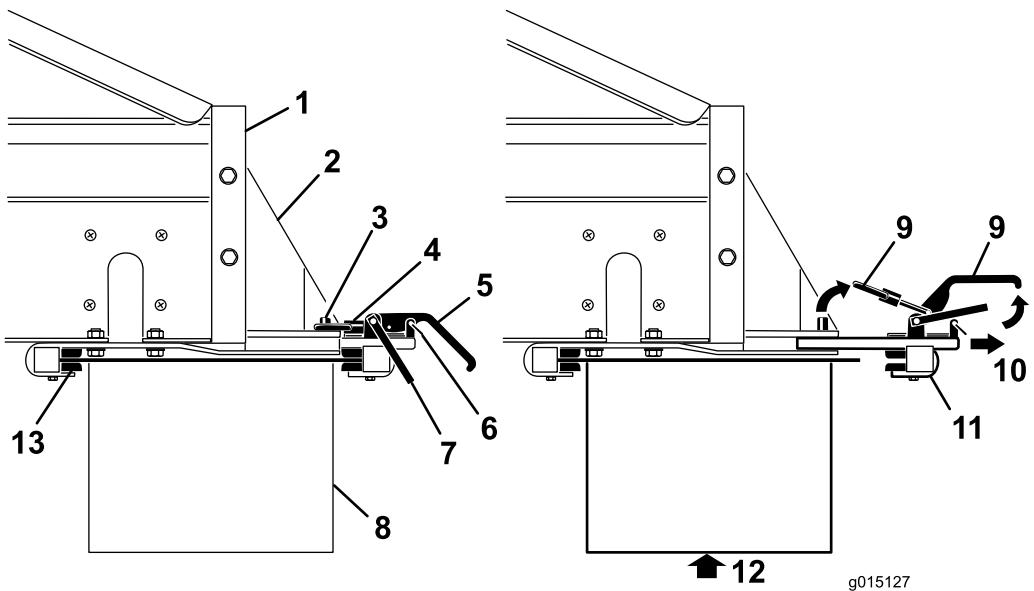

Figure 41
2. Levez le verrou de sécurité, puis levez les poignées de serrage de l'accessoire et dégarez les bagues de blocage des goupilles de blocage (Figure 41).
3. Sortez la fixation rapide arrière des fentes de montage (Figure 41).
4. En vous faisant aider par une autre personne, insérez le bord avant du Twin Spinner vers le haut et sous l'arrière de la machine, dans les fixations avant sur les supports (Figure 41).
5. Tout en soutenant le Twin Spinner, glissez la fixation arrière d'accessoire dans les fentes des supports et par-dessus le bord arrière (Figure 41).
7. Reposez les clips des verrous de sécurité sur les poignées de serrage (Figure 41).
1. Retirez les clips des verrous de sécurité sur les poignées de serrage (Figure 41).